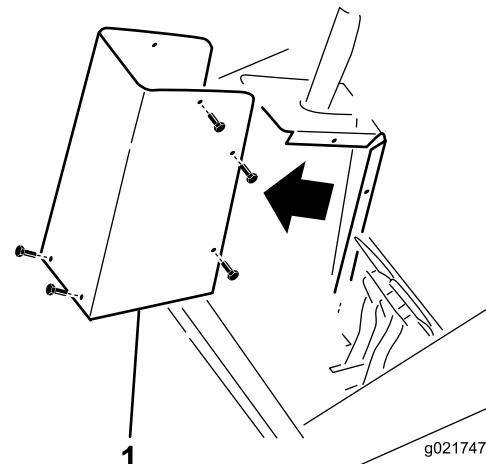

Figura 1
1. Staccate il copriporta dal manometro dello sterzo (Figura 1).